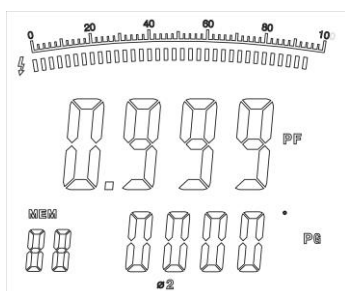

Figura 19
Depois pressione SEL de novo para selecionar a segunda fase, veja figura 19.
- Pressione SEL para selecionar a segunda fase veja a figura 19.